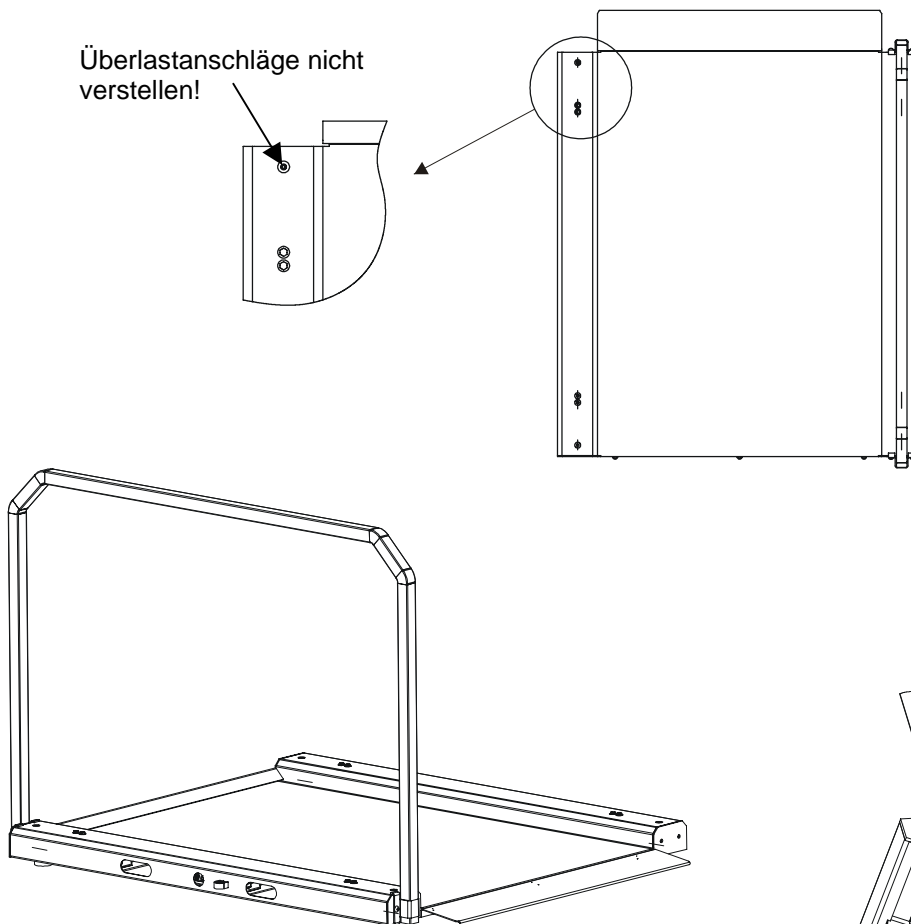
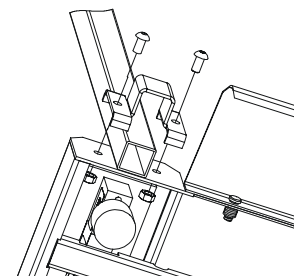

Abb.1
Abb.2
3. Bei Ausführungen mit Geländer (Abb.1) werden die Vierkantrohr-Enden in die Schellen (vormontiert) gesteckt, unten bündig mit dem Gestellkante ausgerichtet, dazu Gestell anheben und anschließend Linsenkopfschrauben und Muttern (Abb.2.) fest anziehen mittels Inbusschlüssel 5mm und Maulschlüssel SW13.